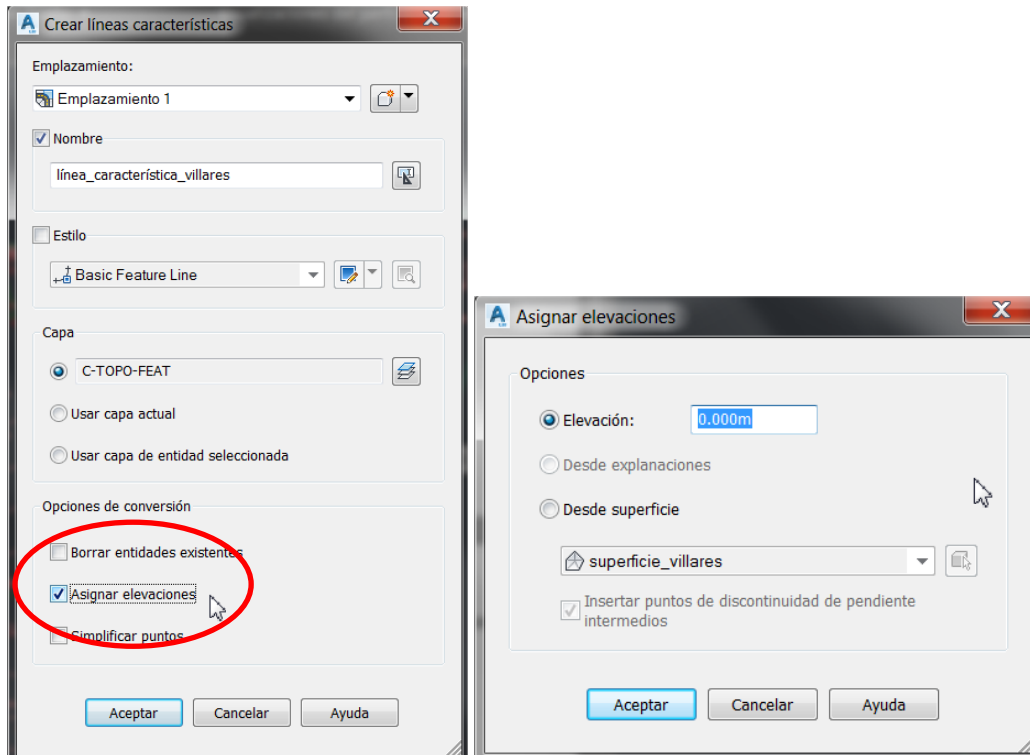

Figura 23. Configuración de la **línea característica** a una cota fija.
- La nueva **línea característica** se nombra como “**línea_característica_villares**” (Figura 23). Quitar la opción de **Borrar entidades**. La opción de **Asignar elevaciones** NO se debe activar a menos que se quiera dar una cota constante a la plataforma (puede ser útil en casos muy sencillos) (Figura 23). También podría darse a la plataforma la misma cota del terreno de la “**superficie_villares**”.